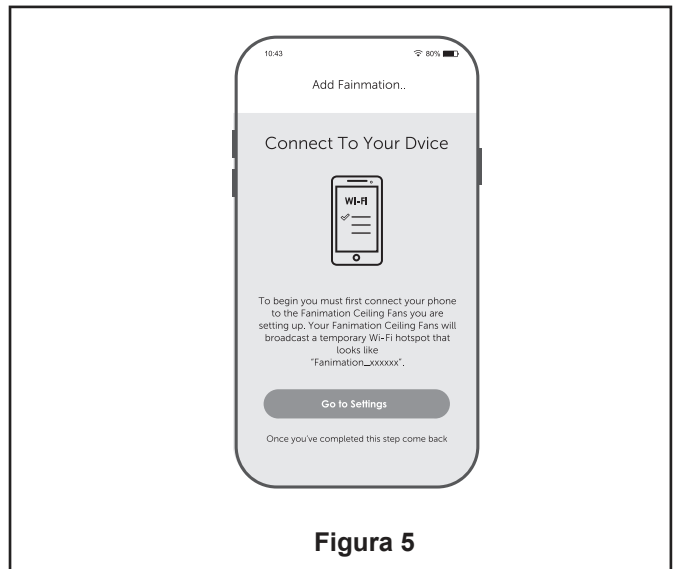

Figura 5
- 5.** Instale las pila de 3V en el transmisor del mando a distancia. Mientras el ventilador esté apagado. (Figura 5)
5. En este paso, el receptor WiFi de su ventilador de techo debe estar instalado y dentro del rango de su router WiFi. Con la App abierta, seleccione “añadir dispositivo”. (Figura 5)